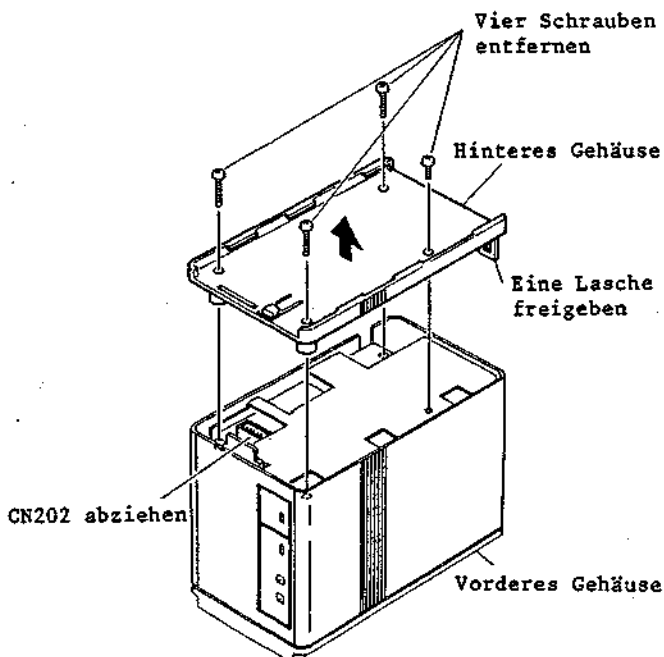

Abb. 2-201 Auswahl des hinteren Gehäuses und des Akku-Wahlschalters
### 6-1 Ausbau des hinteren Gehäuses und des Akku-Wahlschalters (Abb. 2-201, 2-202, 2-203, 2-204)
1. Vier (4) Befestigungsschrauben des hinteren Gehäuses entfernen (siehe Abb. 2-201).
4. Den Stecker CN202 abziehen und das hintere Gehäuse abnehmen (siehe Abb. 2-201).
1. Das hintere Gehäuse ausbauen (siehe Abb. 2-201, 2-202, 2-203).